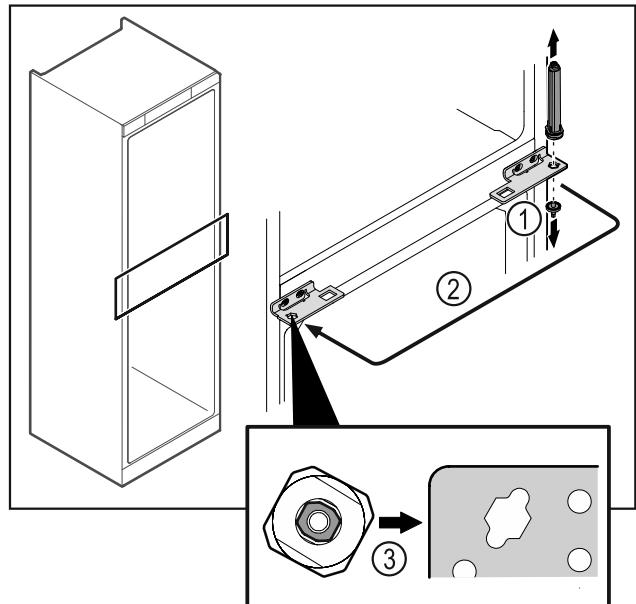

Fig. 44
► Odvрните svornjak šarke Fig. 44 (1).
► Premjestite sustav zatvaranja vrata Fig. 44 (2).
► Pri umetanju pazite na ispravno poravnjanje sustava zatvaranja vrata Fig. 44 (3).